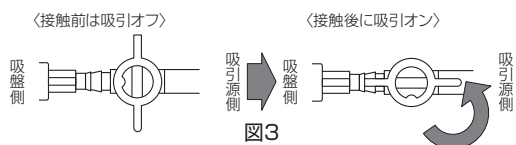

図3
- 本品の吸盤を心外膜に接触させてから、コックを操作して吸引をオンにし、吸盤を心外膜に吸着させる(図3)。